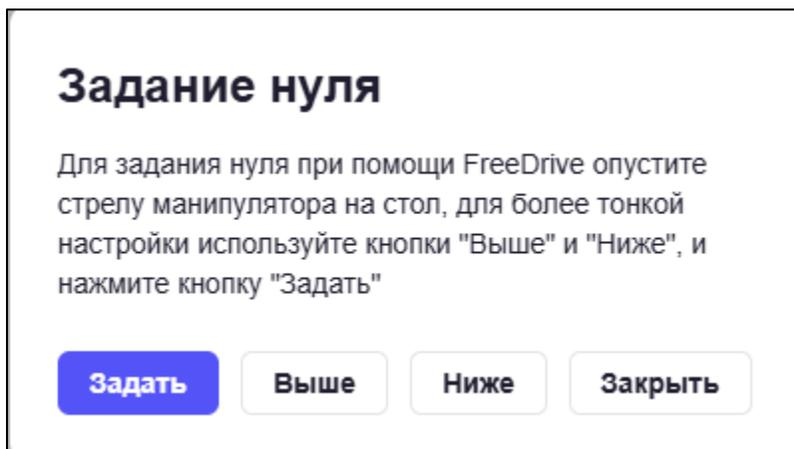

Рисунок 73 – Форма «Задание нуля»
1. Нажмите кнопку . Отобразится форма «Задание нуля» (Рисунок 73).
1. Нажмите кнопку . Отобразится форма управления «Задание нуля» (см. Рисунок 73).